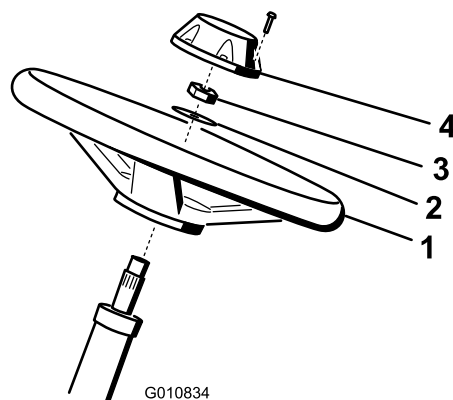

Figure 4
1. Glissez le volant sur l'arbre de direction (Figure 4).
2. Glissez la rondelle sur l'arbre de direction (Figure 4).
3. Fixez le volant sur l'arbre avec un écrou de blocage serré à un couple de 27 à 35 Nm (Figure 4).
- Fixez le couvercle -moyeu au volant avec une vis (Figure 4).